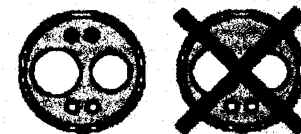

Рис. 1
- Этот переходник предназначен для соединения со шлангом с соответствующими отверстиями на разъеме: для проведения светового сигнала и с отверстием стандарта 4 ISO (Рис. 1). Если переходник соединяется со шлангом без оптической функции, то оптическое устройство деформируется, что может стать причиной поломки.